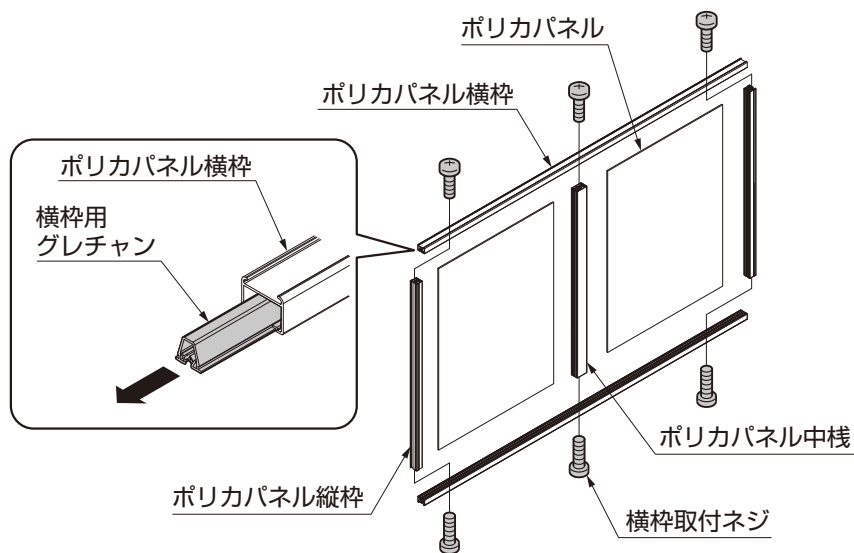

図1-5
- ①ポリカパネルを分解してください。
- ②ポリカパネル横枠から横枠用グレチャンを取出してください。（図1-5参照）